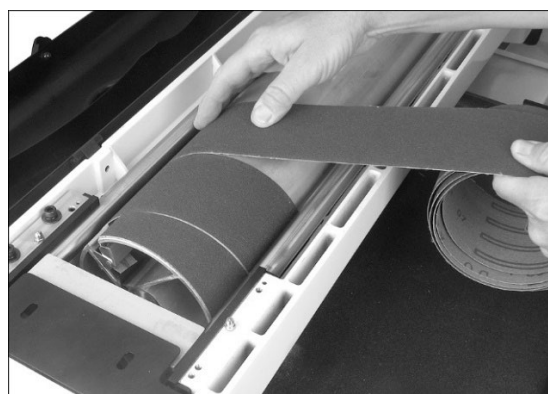

Abb. 6-8
4. Das Schleifband spiralförmig weiter aufwickeln, indem die Trommel mit einer Hand gedreht und das Schleifband mit der anderen Hand geführt wird (Abb. 6-8).